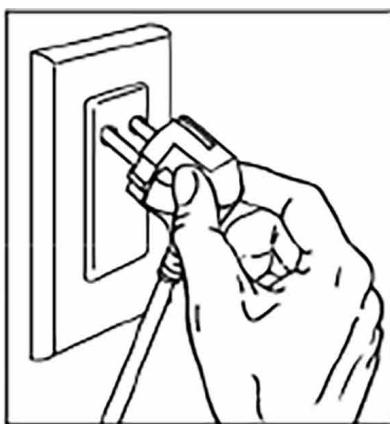

Fig. 1
- Collegare il cordone di alimentazione di rete della levigatrice alla fonte di alimentazione (uscita 220 VCA). I suoni di avvertimento «bip» si producono una volta che la presa è ben collegata alla fonte di alimentazione e l'indicatore LED indica il colore «Rosso fisso» (Fig. 1).